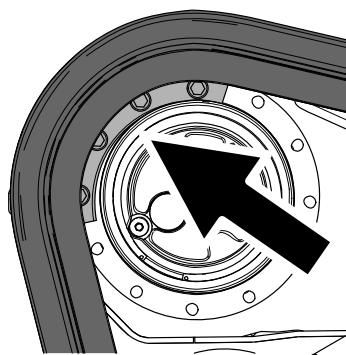

Figura 73
4. Mueva el control de tracción hacia adelante hasta que el segmento del piñón de arrastre se engrane en la oruga (Figura 73).
9. Aplique fijador de roscas a los pernos de otro de los segmentos del piñón de arrastre que retiró e instale el segmento del piñón (Figura 73). Apriete los pernos a 247–301 N·m (182–222 pies-libra).